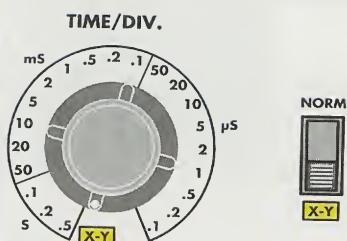

Fig.10 Se nel vostro oscilloscopio non è presente un deviatore Norm. - X-Y, dovete ruotare la manopola del Time/Div. sulla posizione indicata X-Y.
- Se nel vostro oscilloscopio è presente un pulsante o un deviatore **X-Y** (vedi fig.10) premetelo; in caso contrario, dovete ruotare la manopola **Time/Div** in corrispondenza della posizione contrassegnata dalla scritta **X-Y**.